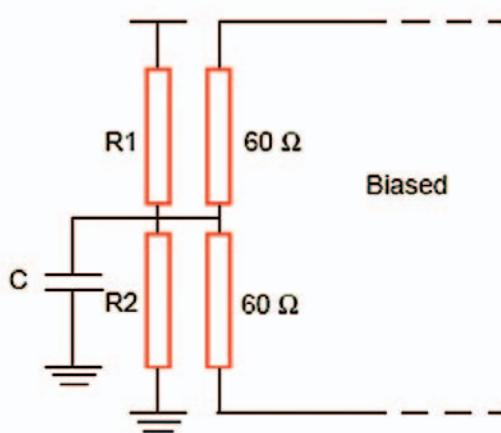

Figure 8: Trois types de "terminators" ou bouchons (ici le biased avec deux résistances de 60 ohms et pont résistif).
- 3) **Biased**: comparable au précédent; ce qui diffère, c'est qu'on a inséré entre les deux résistances un pont résistif R1/R2 fournissant une tension divisée par deux (Vdd/2), voir figure 8.